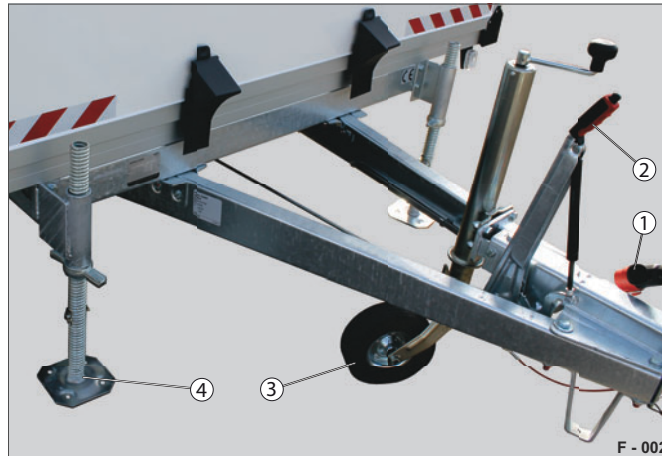

Abb. 2 Anhänger gesichert
- ▶ Kurbeln Sie das Stützrad (Abb. 2/3), vor dem Abkuppeln des Anhängers, herunter.
- ▶ Ziehen Sie den Handbremshebel (Abb. 2/2) ganz hoch.
- ▶ Stecken Sie den Elektrik-Stecker (Abb. 2/1) in die Parkdose.
- ▶ Stellen Sie die vorderen Stützen (Abb. 2/4) herunter.